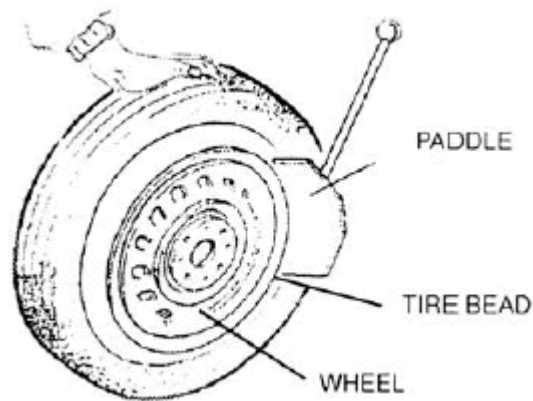

Рис. 5.
3. Открыть лапу отжима борта вручную в крайнее левое положение. Установить колесо вдоль резиновых подушек. Подвести лапу к борту на расстоянии 10 мм от края диска (см. рис. 5).
- Рис. 5.